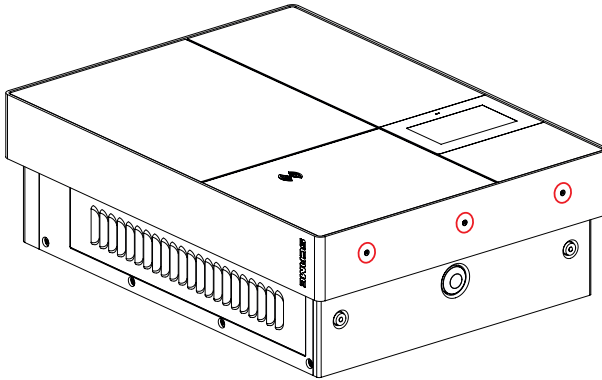

Bild 2: Schrauben oben am Metallrahmen
- Nehmen Sie den Montagebügel aus dem Beutel. Siehe Bild 2.
- Bringen Sie den Bügel an eine vertikale, saubere, ebene Oberfläche an und richten Sie ihn korrekt waagrecht aus. Der Pfeil muss nach oben zeigen und die „UP“-Kennzeichnung muss von der Wand weg zeigen. Im Bild 2 sieht man die Mindestabstände vom Boden und den Gegenständen an der Seite, die beim Anbringen des Bügels zu berücksichtigen sind.